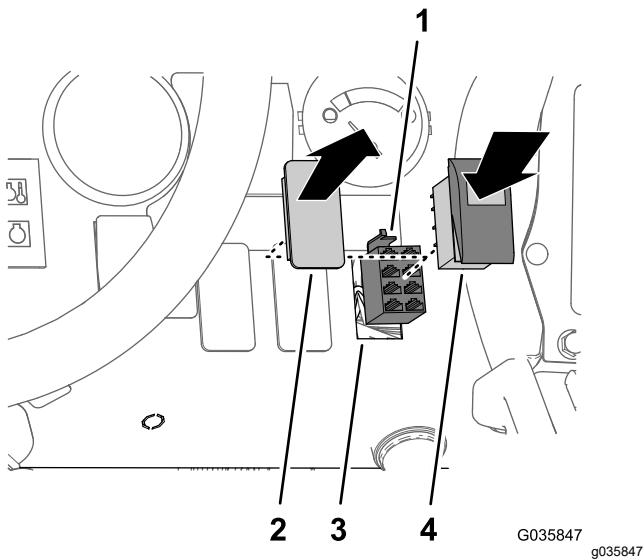

Figura 34
1. Rimuovete il tappo dell'interruttore nel pannello del cruscotto nella posizione mostrata nella Figura 34.
2. Collegate il connettore a 8 prese del cablaggio preassemblato del kit di finitura Ultra Sonic Boom indicato come SONIC MODE MANUAL VS. AUTO all'interruttore a bilanciere (Figura 34).
3. Inserite l'interruttore a bilanciere nell'apertura del pannello del cruscotto fino a quando l'interruttore non scatta saldamente in posizione (Figura 34).